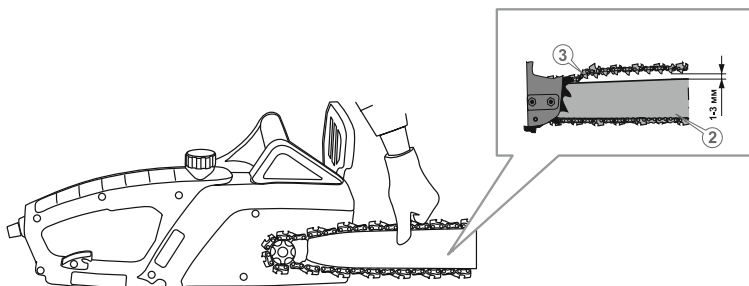

Рисунок 4. Схема перевірки натягу ланцюга.
3. Зазор між ланцюгом (3, рис. 4) та «шиною» (2, рис. 4) має бути приблизно такий, щоб проходило «жало» викрутки (рис. 4), а сам ланцюг має легко рухатися від руки.